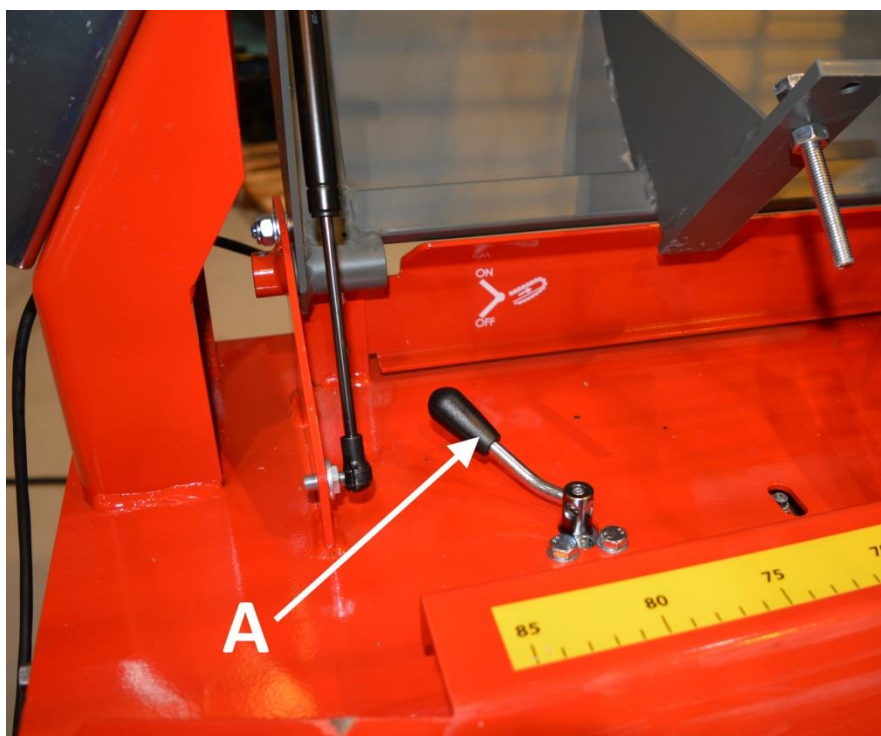

Bild 24.
2. Vänd spaken A på bild 24 till läget OFF, så försvinner trycket från den automatiska sågkedjespännaren.
5. Vänd spaken A på bild 25 till läget ON som på bild 24.